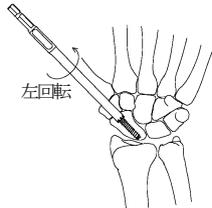
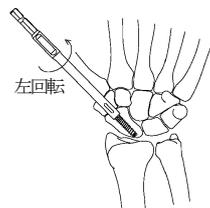

図3
図4
- 3) ドライバー及びイーザーアウトにてスクリューが抜去できない場合は、Tハンドルを接続したハローリーマーにてスクリュー後端から5mm以上骨を除去した後(図3)、摘出ボルトを左回転にてスクリューに押し付けながらかみ合わせ、そのまま回転を続け抜去します。(図4) 摘出ボルトはTハンドルを接続し使用します。